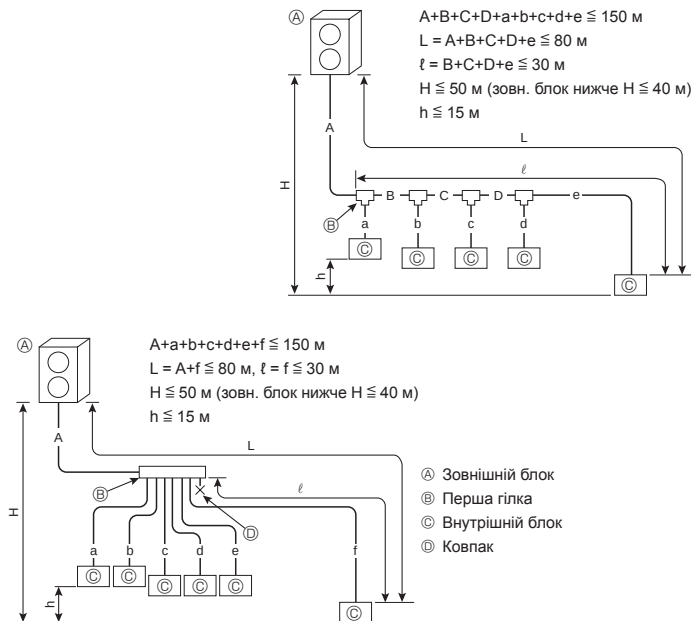

Fig. 4-1
4.1.1. Підключення без розгалужувальної коробки (Fig. 4-1)